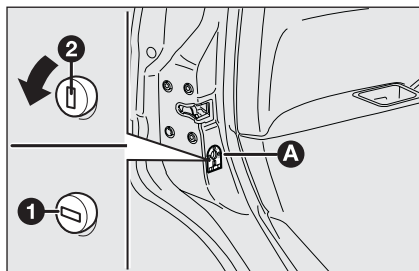

fig. 19
## DISPOSITIVO SICUREZZA BAMBINI fig. 19
*L'inserimento del dispositivo di sicurezza bambini A-fig. 19 è garantito solo se il nottolino viene ruotato e scatta nella posizione orizzontale 1.*
*Il disinserimento del dispositivo di sicurezza bambini A-fig. 19 è garantito solo se il nottolino viene ruotato e scatta nella posizione verticale 2.*